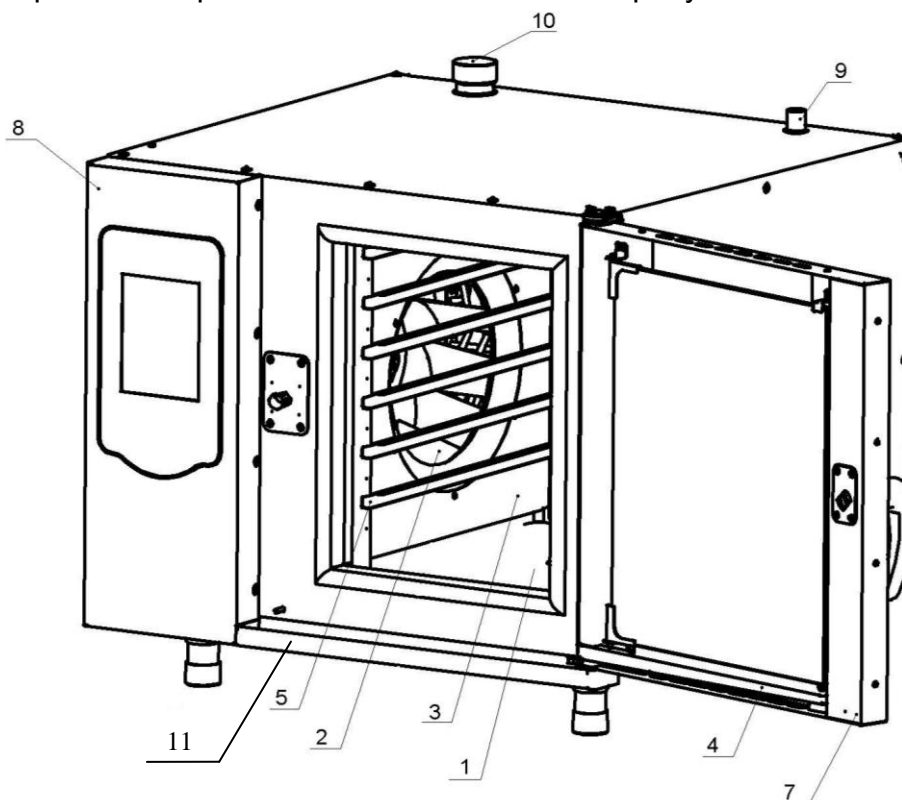

Рисунок 1. Общий вид пароконвектомата
- плата разъемов, (см. рис. 1а). На плате разъемов имеется USB (поз.1) для снятия с контролера технической информации. Плата разъемов защищена крышкой поз.2, которая крепится к панели с помощью винтов поз. 3.
Рисунок 1а. Расположение разъемов на плате